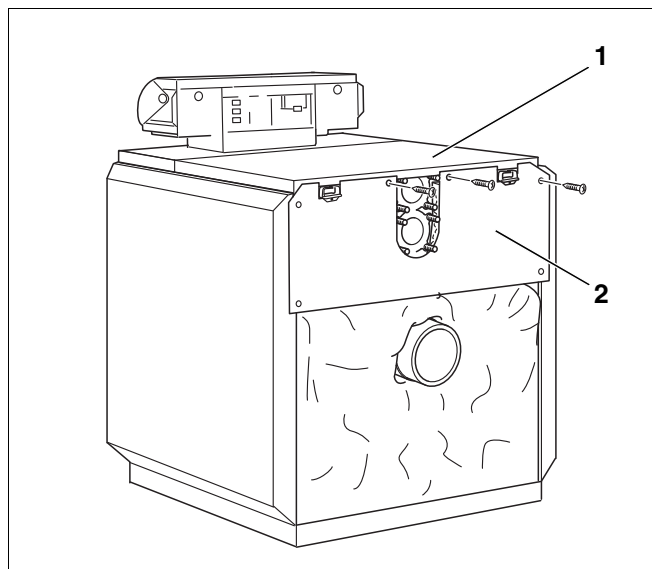

Fig. 39 Montage – panneau arrière supérieur de la chaudière
- Visser le panneau arrière supérieur (fig. 39, [2]) avec le capot arrière (fig. 39, [1]) et avec les panneaux latéraux.